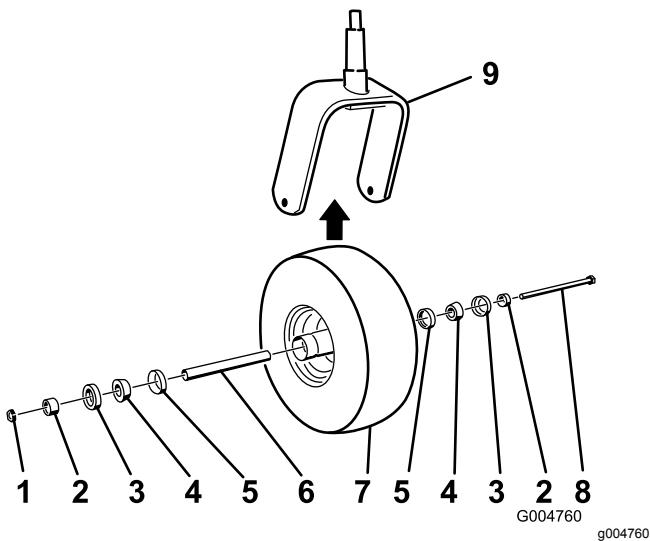

Figure 42
2. Retirez le contre-écrou du boulon (Figure 42).
5. Montez la roue pivotante en poussant les roulements à rouleaux coniques et les joints, garnis de graisse, dans le moyeu, en les positionnant comme indiqué à la Figure 42.